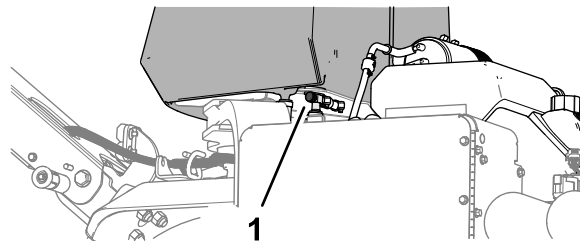

Рисунок 79
5. Если вы перевозите или храните машину, закройте клапан отключения подачи топлива (Рисунок 79).